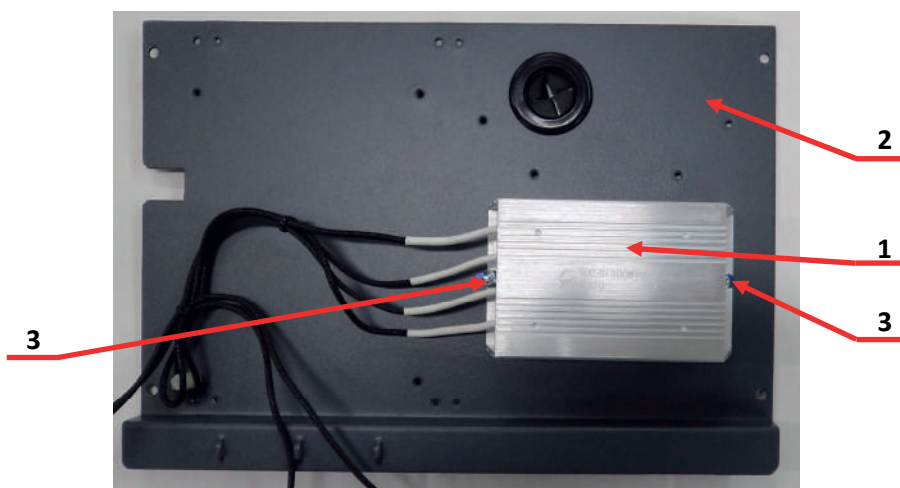

Рис.7.30
- 7.10.1. Установить **резистор предзаряда** поз.1 на **монтажной панели 1** поз.2 и закрепить его двумя винтами поз.3 (рис.7.30).